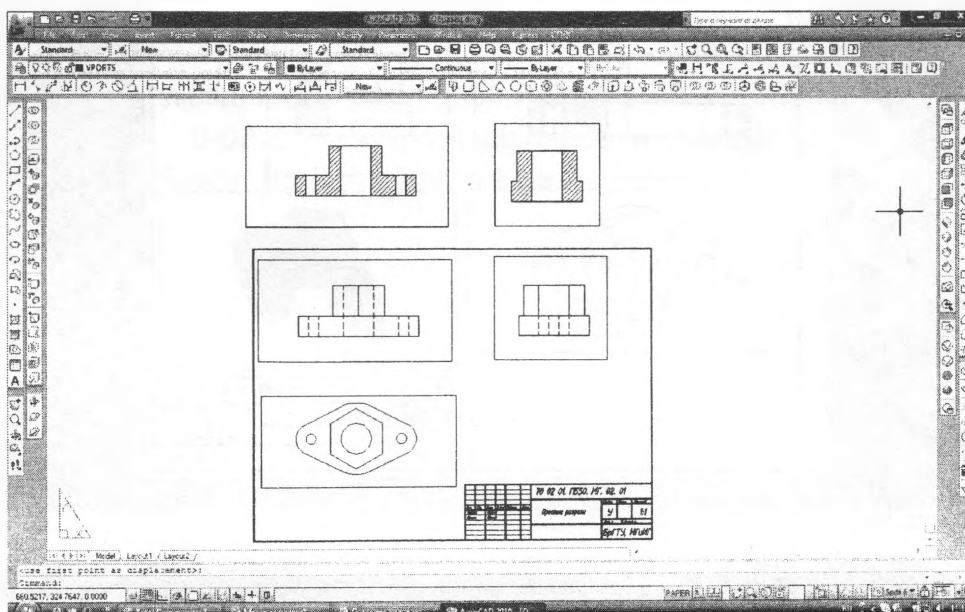

Рисунок 10.15
10.11. Преобразуем видовые экраны в чертежи. Для этого используем команду **Modeling → Setup → Draw**. На запрос команды указываем все видовые экраны. Команда автоматически скроет модель в каждом из них, а вместо этого появятся видимые линии и штриховка, расположенные в соответствующих слоях (рис. 10.15).